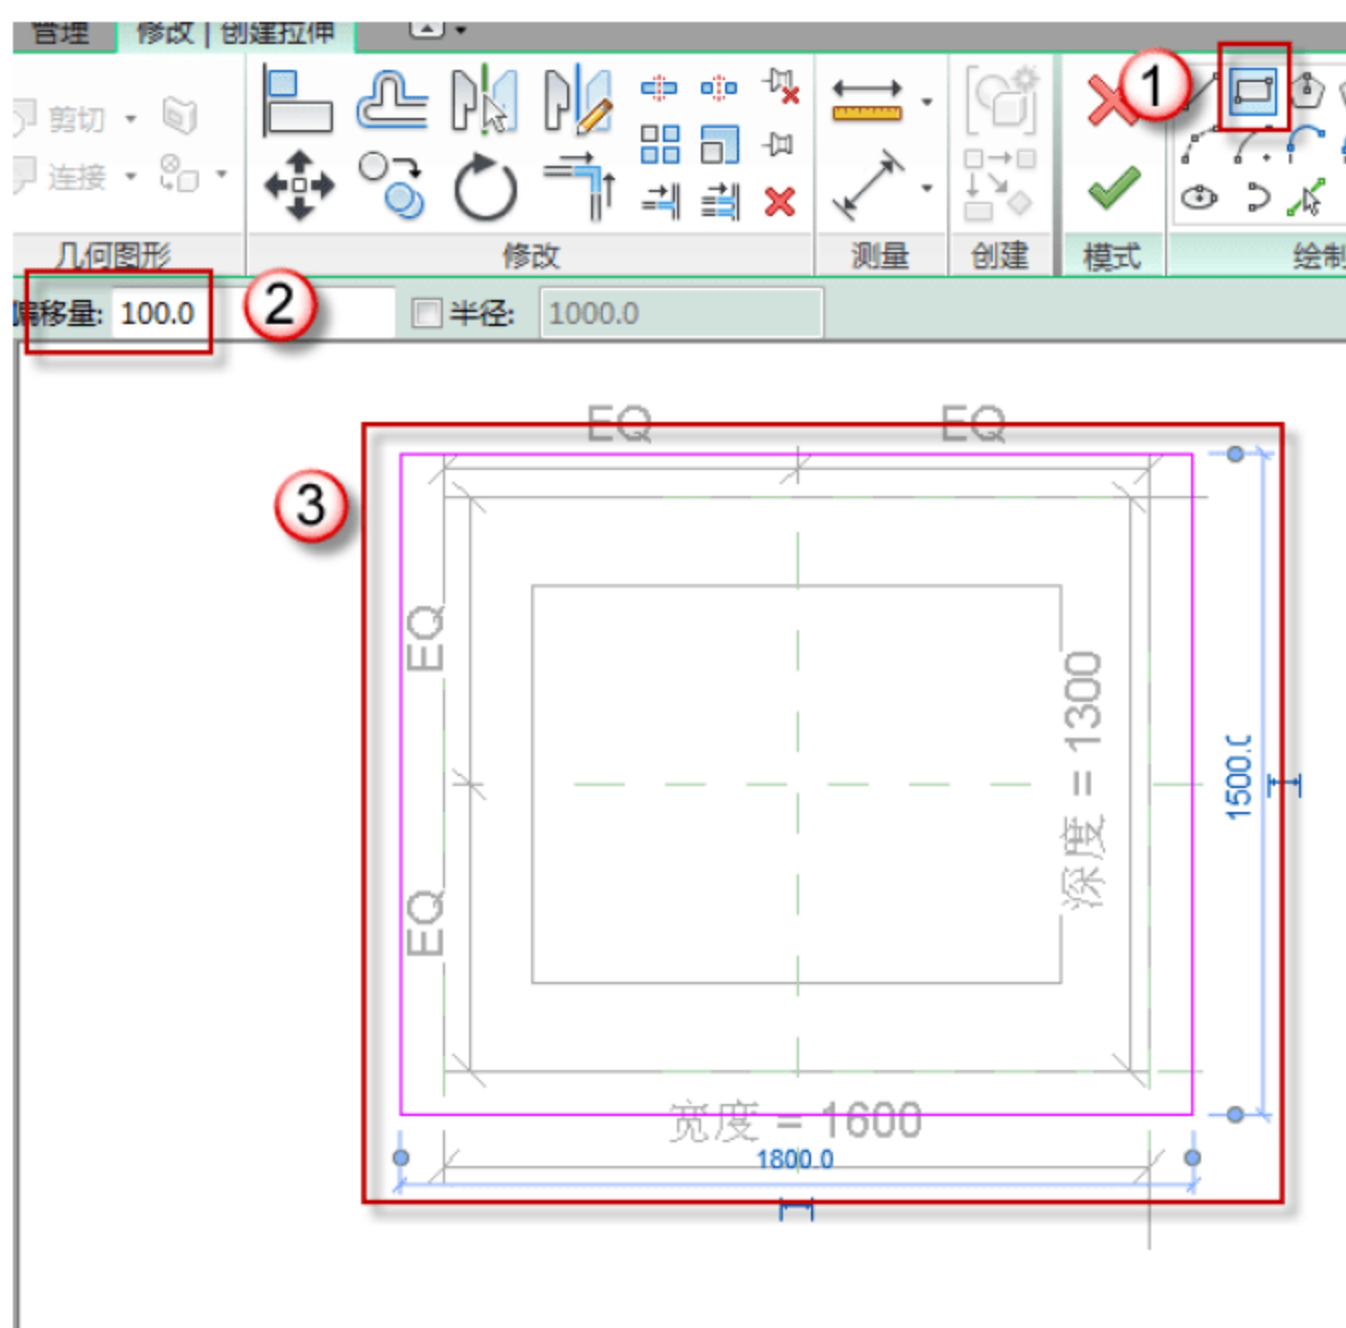

图 12.3.20 绘制顶板
(18) 绘制顶板。选择“创建”→“拉伸”命令，选择“矩形”绘图方式，将“偏移量”设为“100”，然后进行拉伸，如图 12.3.20 所示。